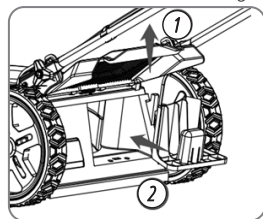

Fig. 6
INSTALLATION DU BOUCHON DE MULCHING (FIG. 6)
1. Retirez le sac de ramassage (Fig. 6).